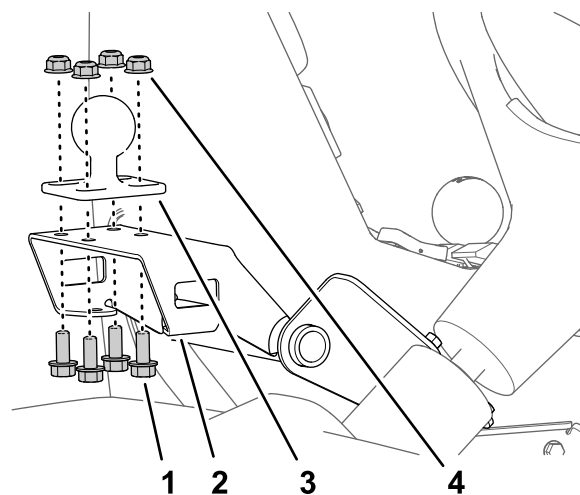

Figura 166
- Monte a montagem da rótula no suporte da montagem do monitor (Figura 166) com os quatro parafusos de cabeça flangeada (5/16 pol. x 3/4 pol.) e as quatro porcas de bloqueio flangeadas (5/16 pol.).